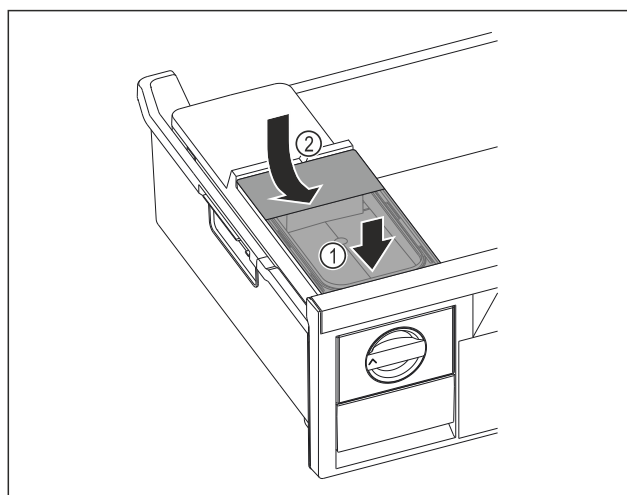

Fig. 30
- ▶ Nasadte vpředu nádržku na vodu. Fig. 30 (1)
- ▶ Spusťte nádržku na vodu vzadu dolů. Fig. 30 (2)